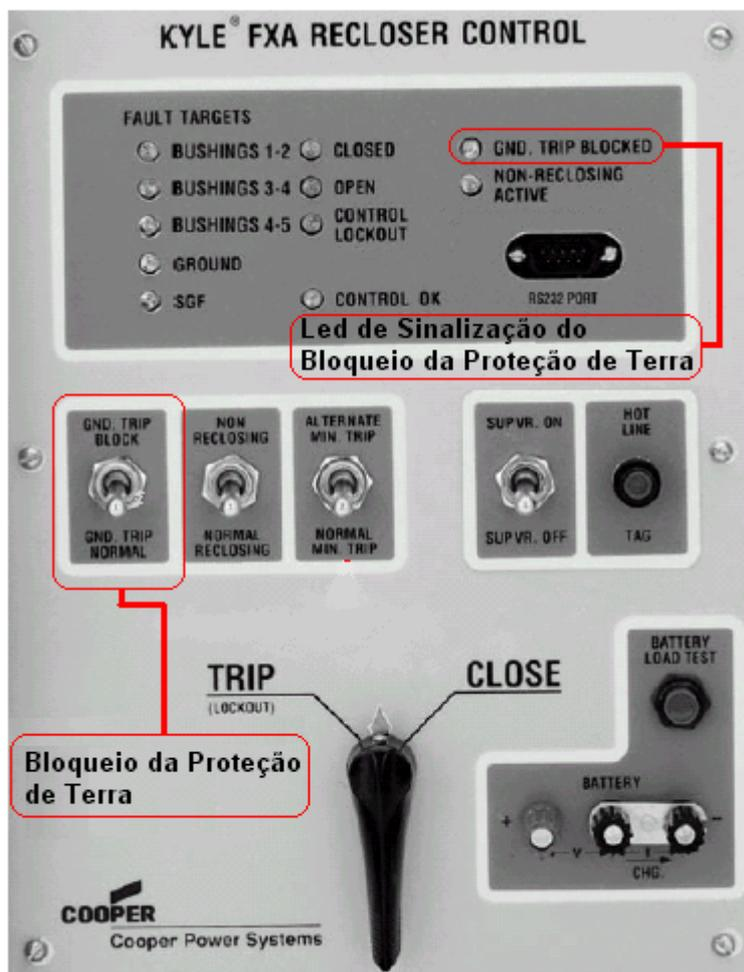

Figura 3 – Religador com controle FXA.
4.3.1. Bloqueio da Proteção de Terra (Vide Figura 3)
4.3.2. Desbloqueio da Proteção de Terra (Vide Figura 3)